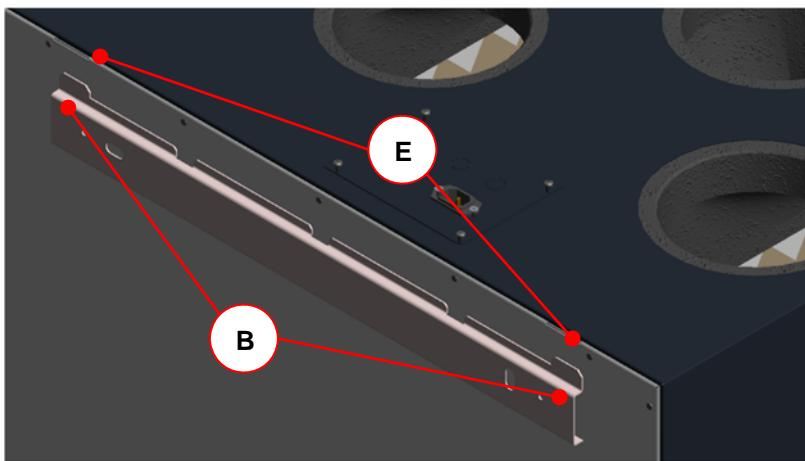

Abb. 20: Einhängen in das Befestigungsblech
- Setzen Sie das NOVUS so auf den Montage-Sockel, indem die Laschen des Befestigungsbleches in die jeweils unten befindlichen Schlitzöffnungen des Falzes der Geräterückwand einhaken. Siehe hierzu Abb. 20.